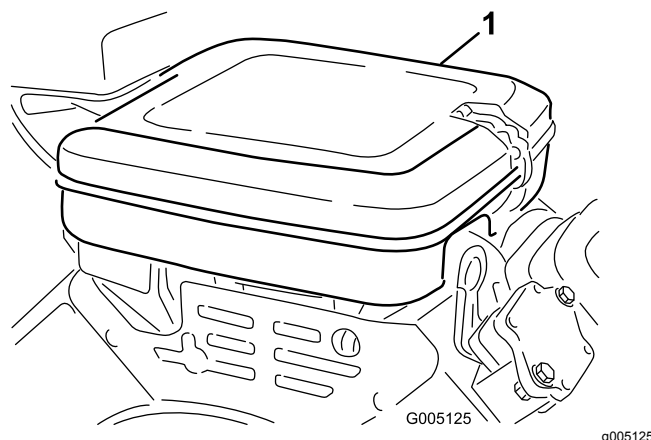

Рисунок 31
1. Очистите крышку воздухоочистителя (Рисунок 31).